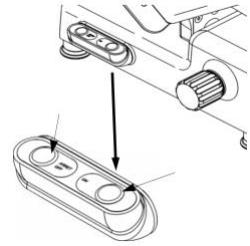

Fig. 17
- pulse el botón blanco del interruptor „ON“ (I), luego el botón negro STOP „OFF“ (O) (fig. 17);